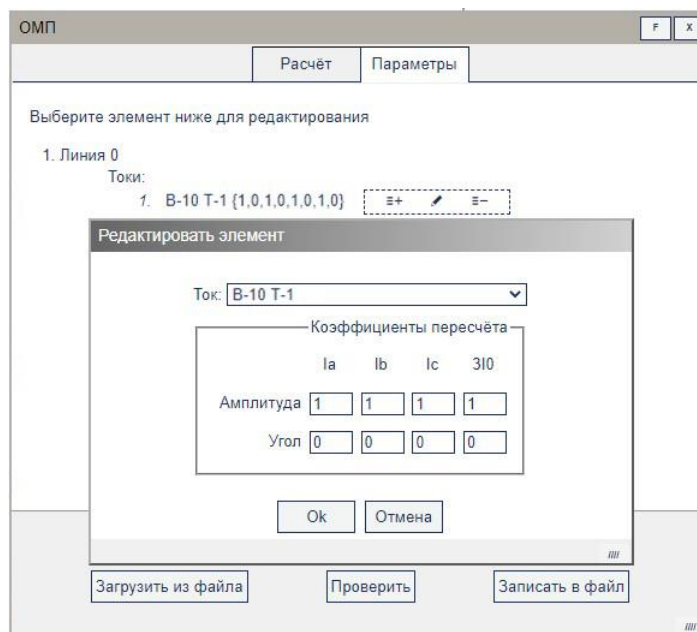

Рисунок 31 – Добавление тока
3.5.18.6 При добавлении тока появляется дополнительное окно «Добавить ток», в котором необходимо выбрать присоединение из списка и указать коэффициенты пересчета (рис. 31).